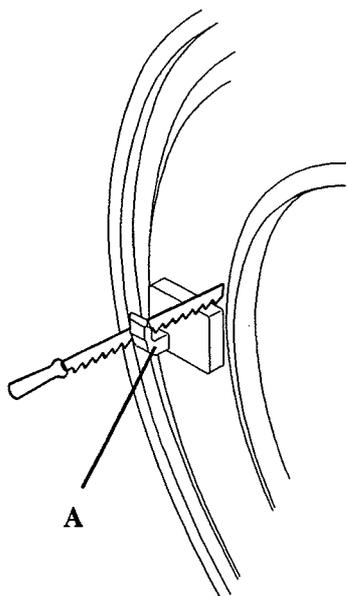

fig. 26
**L models (fig. 26).** Saw the lock part (A), located at front of machine. (As this part is made in thermo-plastic material, it can be easily sawed).
**Modelos L (fig. 26).** Serrar la pieza de cierre (A), montada en el frontal de la máquina. (Al ser una pieza de material termoplástico, se sierra con facilidad)
**Modèles L (fig. 26).** Scier la pièce de fermeture (A), montée au frontal de la machine. (Cette pièce est en matériel thermo-plastique, donc il est facile à scier.